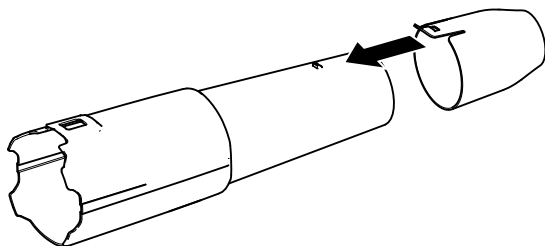

Bild 3
2. Setzen Sie das Laubbläserrohr in das Gehäuse des Laubbläser ein. Sie müssen die Rohrverriegelung für das Laubbläserrohr ggf. nach unten drücken, um sie zu arretieren (Bild 3).